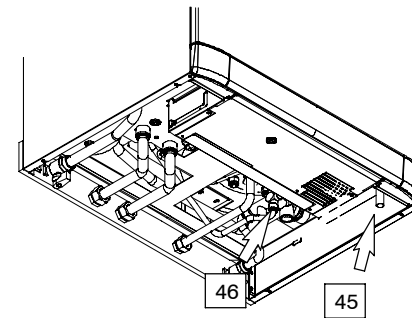

fig. 5.3
- 8 Collegare lo scarico delle valvole di sicurezza 45 e 46 in fig. 5.3 ad un imbuto di scarico.